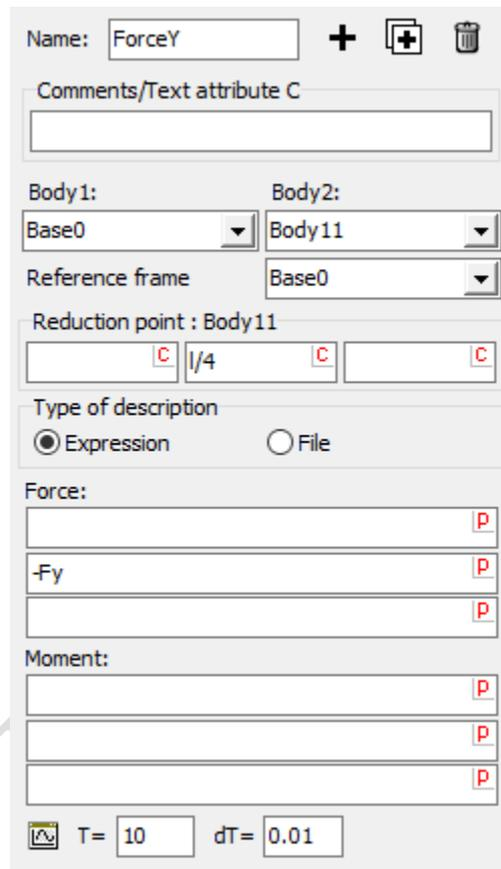

图 3.15 设置 T-Force
5. 在 **T-forces** 交互界面选择 **Base0** 作为第一物体，选择 **Body11** 作为第二物体，参考系选择 **Base0**。力的作用点坐标为 $(0, l/4, 0)$ ，并在 **Force** 框设置横向力 **-Fy**，如图 3.15 所示。